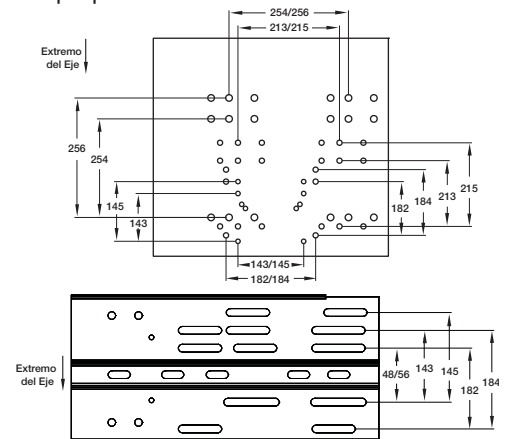

Figura 4 — Posiciones de Montaje del Motor según el Tamaño del Bastidor del Motor
1. Consulte la Figura 4 para la posición de montaje según el tamaño del bastidor del motor. Fije el motor a la placa con la ayuda de las piezas metálicas que se proporcionan.